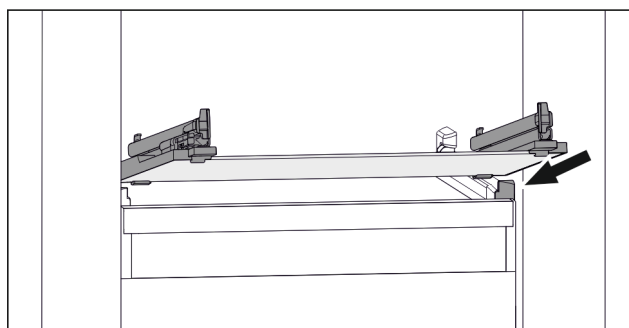

Fig. 78 Příklad znázornění skleněné desky
- ▶ Nasadte skleněnou desku šikmo za zářezky. (viz Fig. 78)